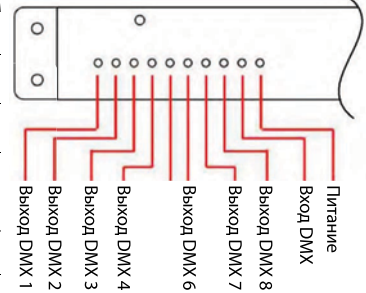

Рис. 4. Индикаторы дистрибьютора.
- 3.7. Включите питание и проверьте работу оборудования. Назначение светодиодных индикаторов приведено на Рис. 4.